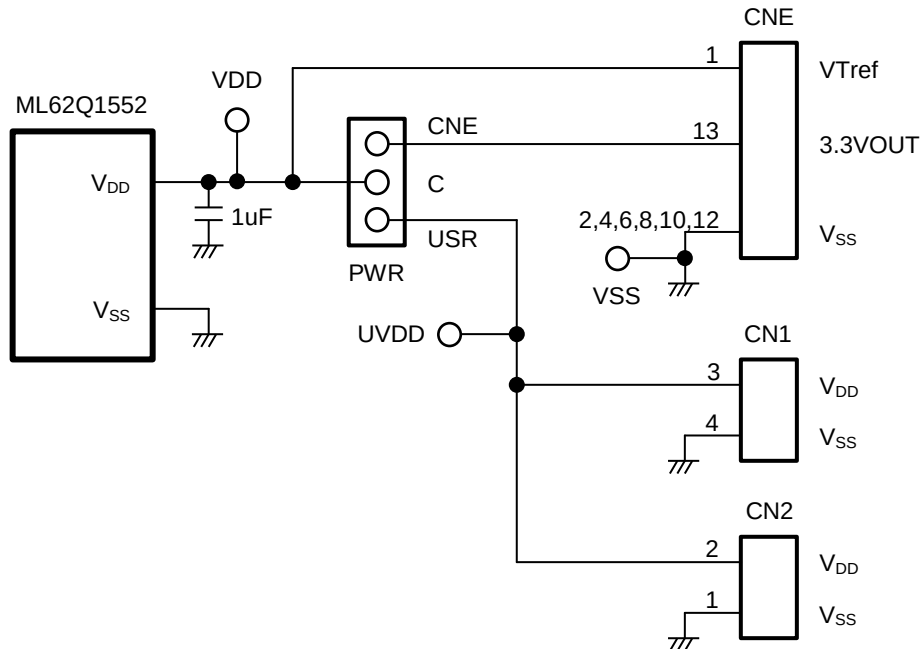

図 2 電源回路
- 1.2 ML62Q1552 Reference Board 外観図 2